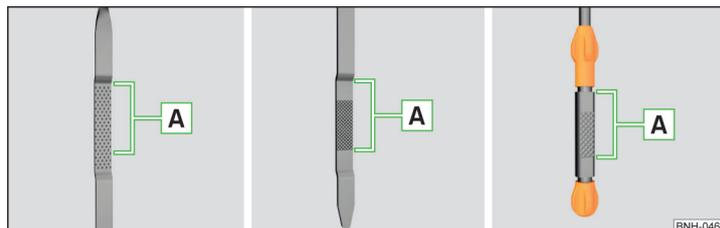

Fig. 120 Imagen esquemática: Varilla de medición de aceite
Varilla de nivel de aceite » fig. 120
- El nivel de aceite no debe estar nunca sobre o debajo de la zona **A** » fig. 120. ¡Existe riesgo de daños del motor, así como en el sistema de gases de escape!